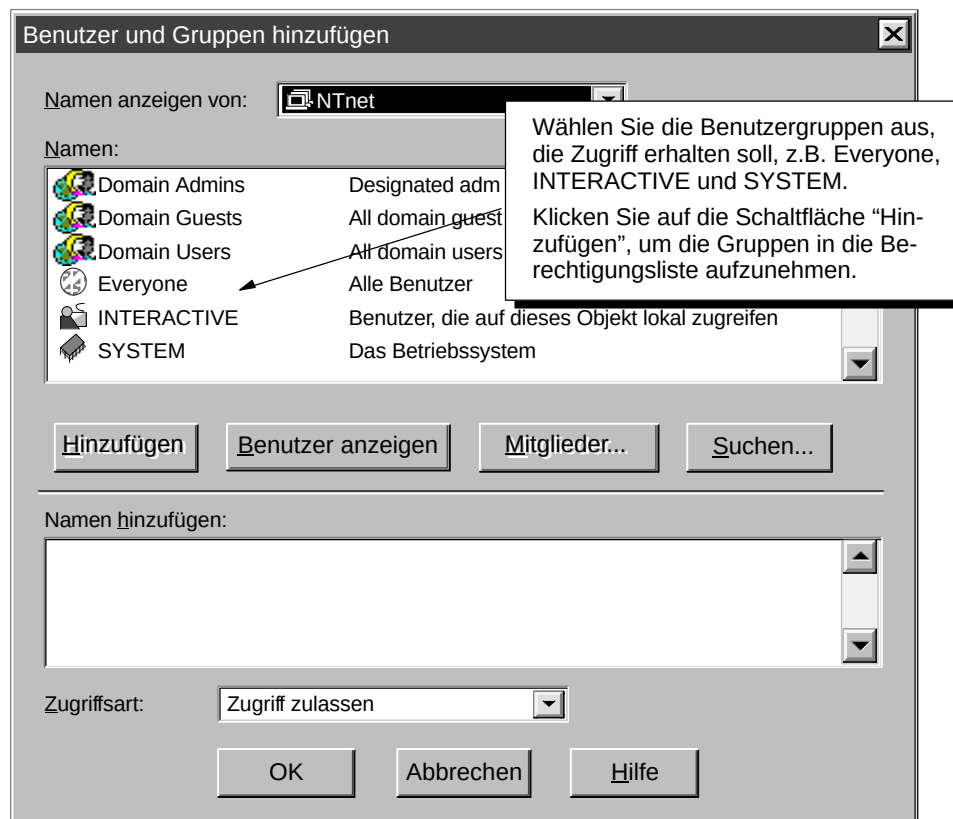

Bild E-6 Ändern der Zugriffsberechtigungen für Benutzer und Gruppen
3. Wählen Sie die Schaltfläche "Hinzufügen", um das Dialogfeld "Benutzer und Gruppen hinzufügen" aufzurufen und die Sicherheitseinstellungen für den Zugriff auf den Server zu ändern (siehe Bild E-6).